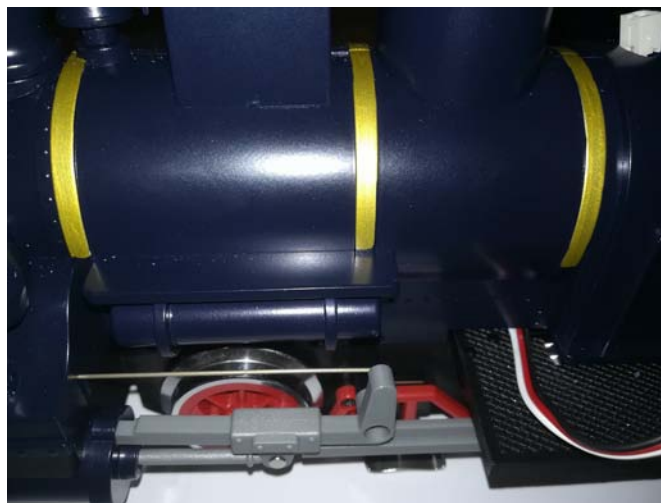

Abbildung 9: Durchführung für Spannungspuffer
- auf Höhe der Wasserkästen am Kessel etwas Kunststoff für Durchführung für Spannungspuffer wegnehmen (Bild 9).